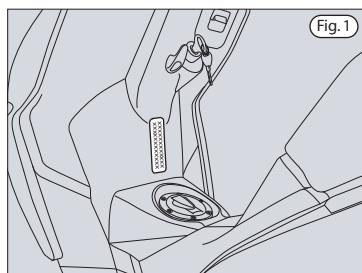

Fig.1
- chassis number (see figure 1)
- numéro du châssis (voir figure 1)
-Fahrzeug-Identnummer (siehe Abbildung 1)